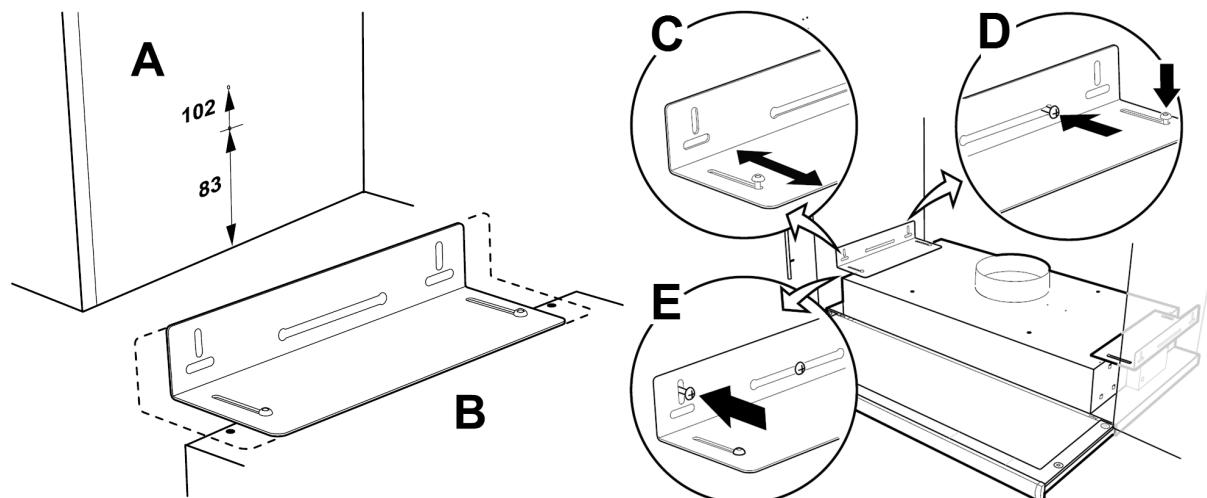

Bild 14 Montage mit Halterungen
Schrauben so anzeichnen und befestigen, dass sie einige Millimeter von beiden Schrankseiten vorstehen (Abbildung 14, Pos. A). Soll die Unterseite der Dunstabzugshaube mit der Unterseite der Schrankreihe ausgerichtet werden, ist das obere Maß 102 zu verwenden; siehe Abbildung 14, Pos. A. Die Dunstabzugshaubenhalter sind auf verschiedene Schranktiefen einstellbar (Abbildung 14, Pos. B).
- Verschieben Sie die Dunstabzugshaubenhalter, ohne die Schrauben festzuziehen, und stellen Sie die Halterungen so ein, dass sie an den Seiten des Schränke passen (Abbildung 14, Pos. C). Hängen Sie die Dunstabzugshaube in die vormontierten Schrauben an der Seite des Schrankes ein. Ziehen Sie die Schrauben in der Halterung und an der Wand fest (Abbildung 14, Pos. D). Befestigen Sie die Halterungen mit den Verriegelungsschrauben (Abbildung 14, Pos. E).